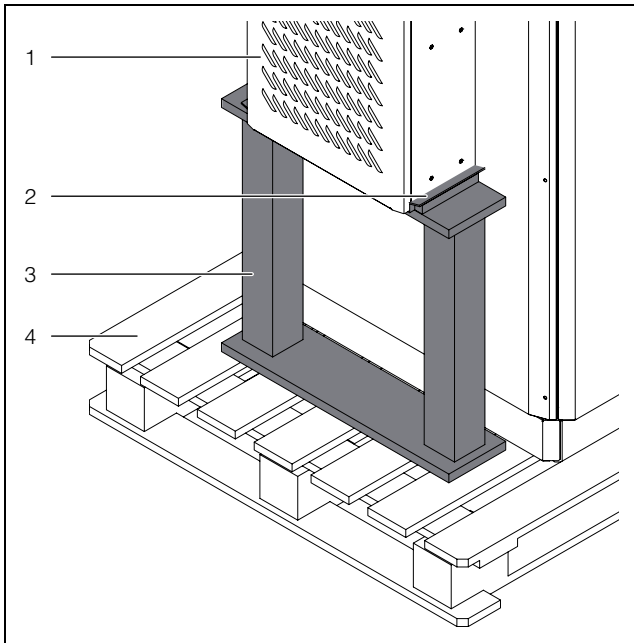
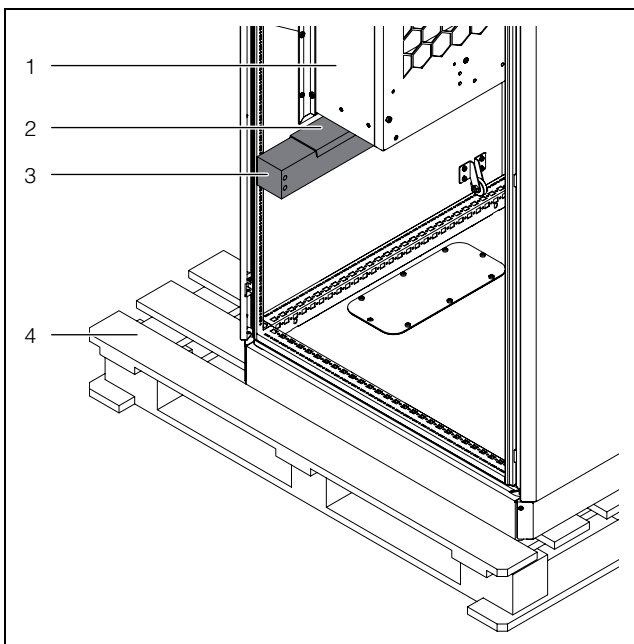

Abb. 4: Transportsicherungen Anbau
Abb. 5: Transportsicherungen Einbau
- Verwenden Sie beim Transport von bereits am Schaltschrank montierten Geräten Transportsicherungen (z. B. eine Konstruktion aus Kanthölzern oder Brettern – Abb. 4 und Abb. 5). Diese Sicherungen stützen das Kühlgerät ab und verhindern so ein Absacken des Geräts bei Stößen. Um Lackabrieb zu vermeiden sollte z. B. Polsterfolie zwischen die Kanthölzer und das Kühlgerät gelegt werden.